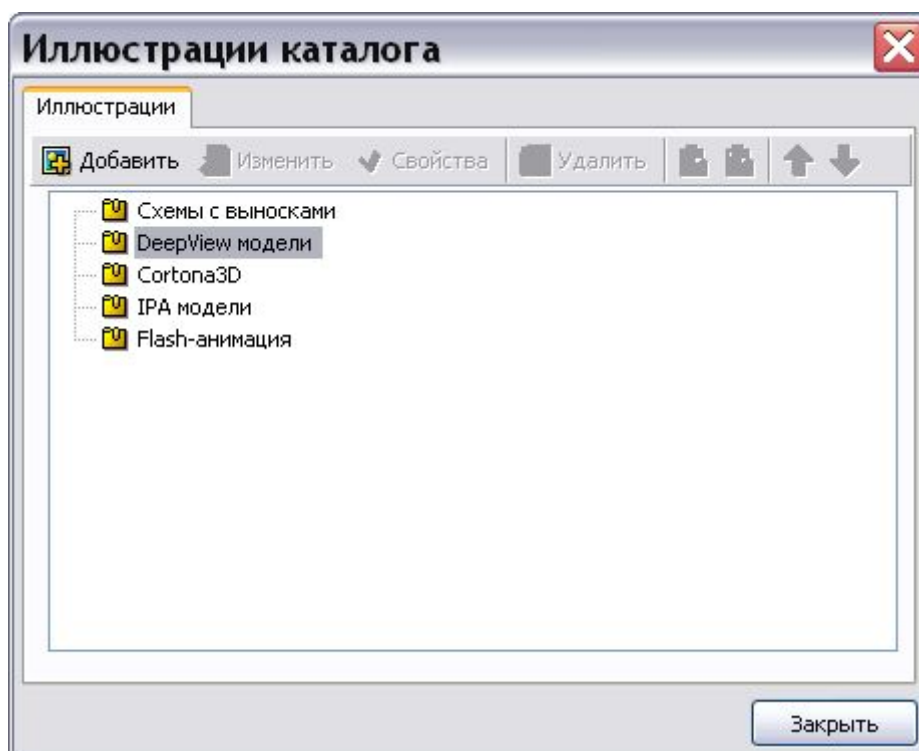

Рис. 4.53
1. Выберите меню **Иллюстрации**. При этом откроется окно **Иллюстрации каталога** (Рис. 4.53).